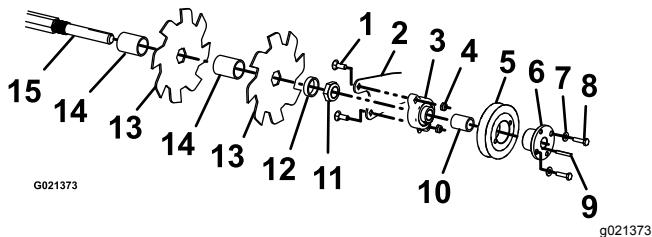

Figura 27
9. Retire los 4 pernos de cuello cuadrado y las contratuerca que sujetan el conjunto de las cuchillas (Figura 27) y retírelo del soporte de montaje de la horquilla.
10. Retire los 2 pernos y las arandelas que sujetan la polea al cojinete. Afloje los tornillos de fijación del cojinete y retire la chaveta del eje (Figura 27). Retire las fijaciones del cojinete del soporte de montaje de la horquilla, y retire el cojinete y la polea.